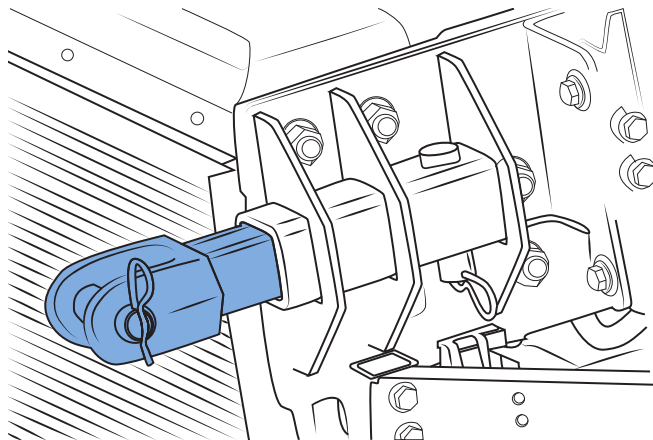

Figure 29 - Crochets sécurisés avec goupilles d'immobilisation et goupilles fendues
5. Sécurisez les crochets de remorquage avec les goupilles fendues et les goupilles d'immobilisation tel qu'illustré à la **Figure 29**.